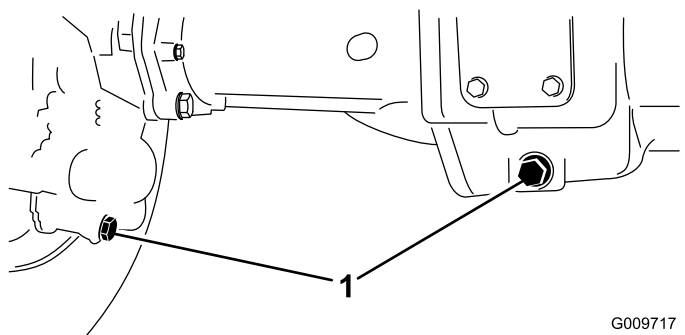

Figura 51
2. Limpe a zona em redor dos 3 tampões de escoamento, 1 em cada extremidade e 1 no centro (Figura 51).